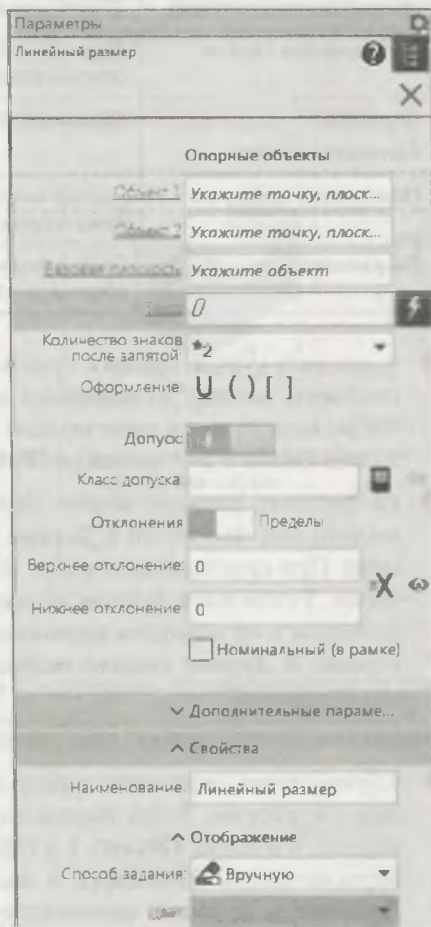

Рис. 28.1. Панель **Параметры: Линейный размер** в режиме **Деталь**
- ◆ нажмите кнопку **Линейный размер**. На панели **Параметры: Линейный размер** (рис. 28.1). Элементы управления панели **Параметры** (рис. 28.1) точно такие же, как при простановке линейных размеров в режиме 2D. С помощью элементов управления этой вкладки можно изменить начертание размера (изменить отрисовку стрелок, вынести размерную надпись на полку, отменить отрисовку одной из размерных линий и т. д.). Элементы управления панели рассмотрены в табл. 28.1.